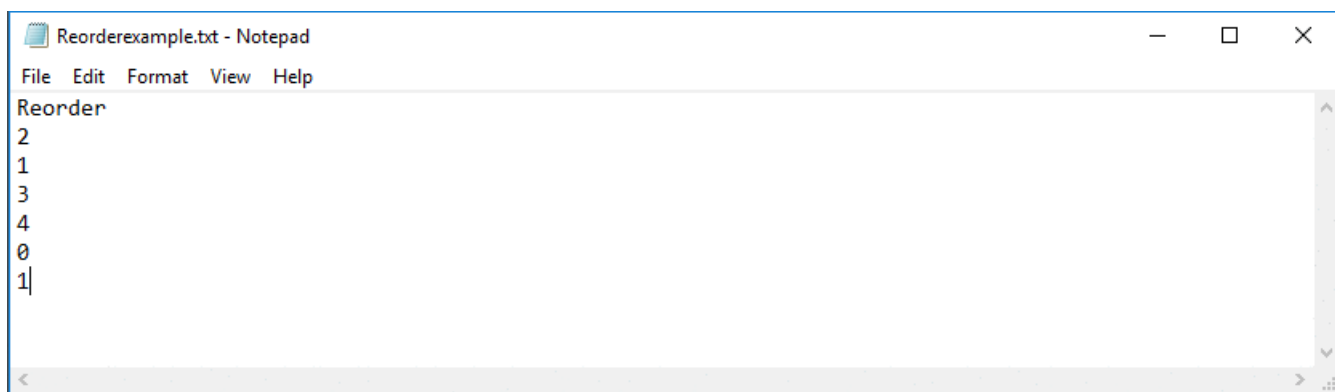

図 3-13. 順序変更の例
[LUT Editor] パネルを 図 3-12 に示します。ここで、「SNO」(シーケンス番号)というラベルの付いた列は、図 3-11 に示す [Pattern Design] タブの ([Update LUT] をクリックした後の) 順序設定に従うパターン表示スロット番号を表します。次に、好きなパターン番号を [LUT entry] 列の行に手動で入力するか、図 3-13 に示すように「Reorder」という単語の後に必要なパターン スロットの番号が記載されているテキスト ファイルをロードして、これらのパターンの順序を変更できます。
13. テキスト ファイルが保存された場所を参照し、図 3-13 に示すようにテキスト エディタ プログラムでファイルを開きます。